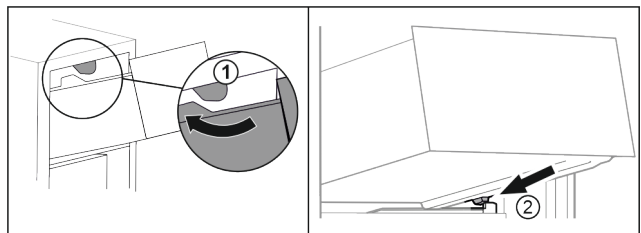

Fig. 23
- ▶ Обвести висувний ящик навколо верхнього стопора. Fig. 23 (1)
- ▶ Встановити висувний ящик за нижніми стопорами на ребро для резервуару навскоси. Fig. 23 (2)